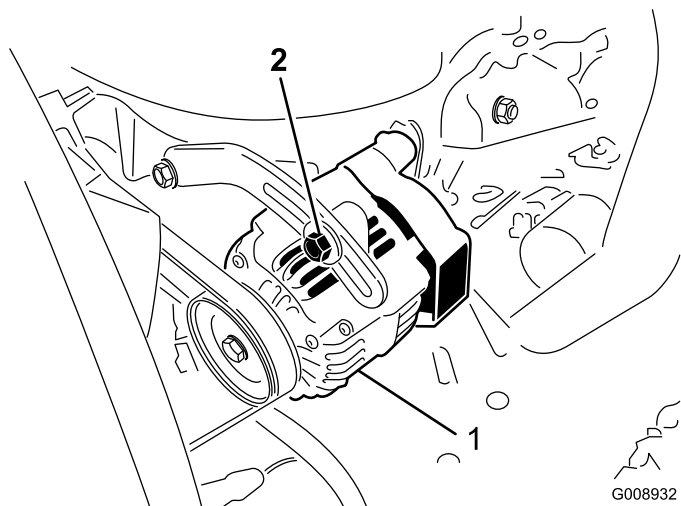

Figura 64
Verifique o estado e a tensão das correias (Figura 64) após cada 100 horas de funcionamento.
2. Se a deslocação obtida não for igual a 10 mm, deve desapertar os parafusos de montagem do alternador (Figura 64). Aumente ou diminua a tensão da correia do alternador e aperte os parafusos. Verifique uma vez mais a deslocação da correia para se certificar de que a tensão está correcta.